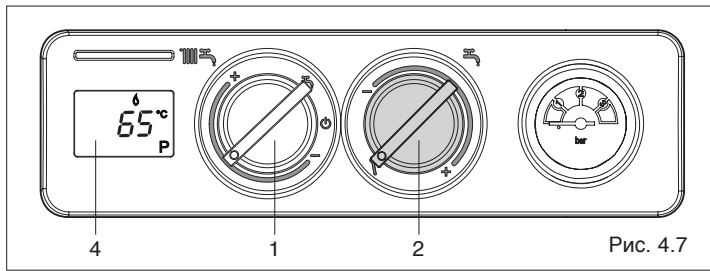

Рис. 4.7
- **Режим газоанализа:** при повороте ручки регулирования температуры горячей воды (2, Рис. 4.7) на символ λ активируется функция газоанализа, на дисплее (4, Рис. 4.7) загорится символ **P**. При повороте переключателя режимов работы (1, Рис. 4.7) на максимум (конец шкалы – символ +), горелка перейдёт на максимальную мощность, включится циркуляционный насос системы отопления, а котёл (если он был погашен) разожжётся и будет работать 10 минут. При повороте переключателя режимов работы на минимум (конец шкалы – символ -), горелка перейдёт на минимальную мощность. По истечении заданного времени система выключится. Для того чтобы возобновить нормальную работу, или прервать данную функцию, снова установите ручку (2, Рис. 4.7) на нужное значение температуры.